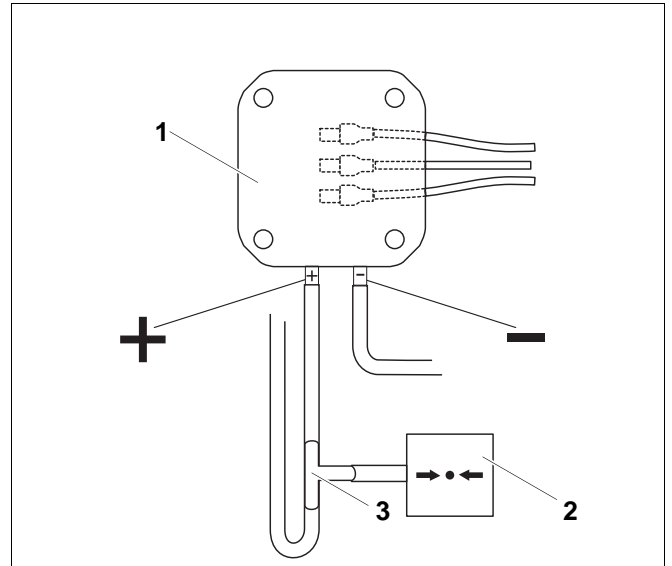

Рис. 28 Проверка давления вентилятора
- На реле контроля давления воздуха (рис. 28, поз. 1) отсоедините импульсную линию с положительного полюса.
- Наденьте шланг манометра (рис. 28, поз. 2) и импульсную трубку на тройник (рис. 28, поз. 3) и соедините с реле контроля давления воздуха.